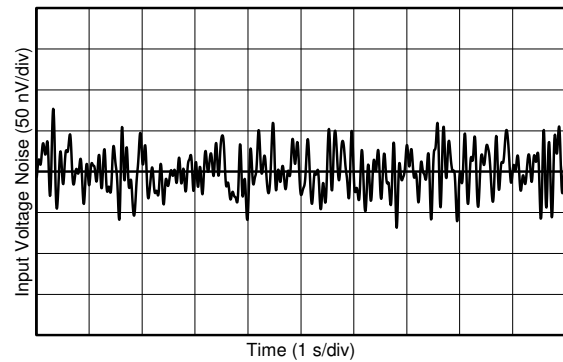

Figure 6-16. 0.1-Hz to 10-Hz Noise
0.1-Hz to 10-Hz Noise	<a href="#">Figure 6-16</a>